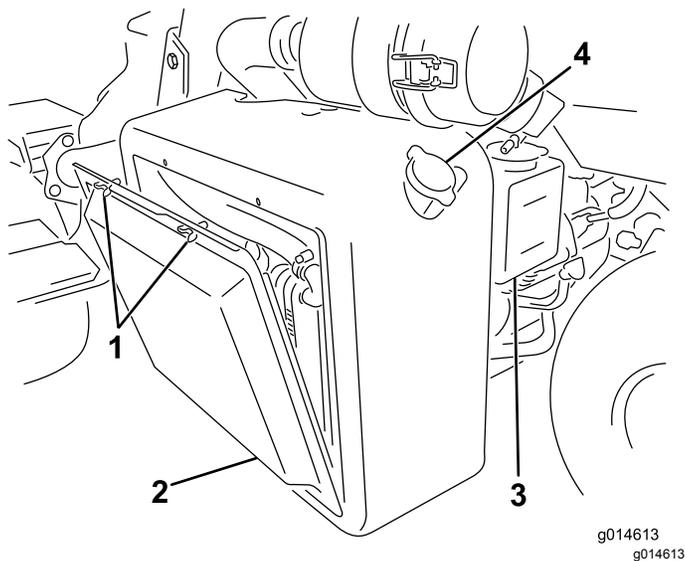
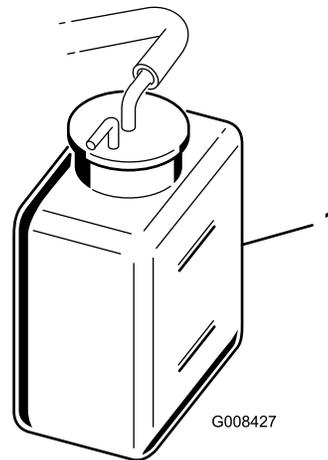

Рисунок 43
Рисунок 44
1. Снимите решетку радиатора (Рисунок 43).
2. Проверьте уровень охлаждающей жидкости (Рисунок 43 и Рисунок 44).